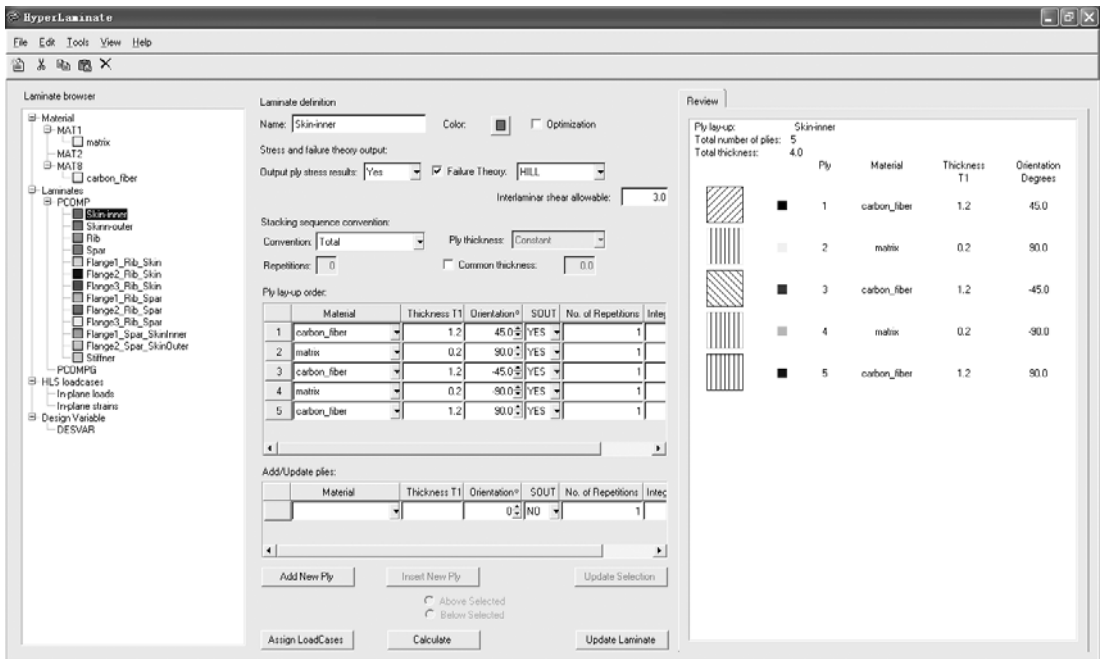

图 8-12 显示层合板信息
- (2) 展开屏幕左边模型树中的 Laminates 部分。
(3) 选择 Skin_inner PCOMP，层合板中的详细信息出现在图形界面中，如图 8-12 所示。